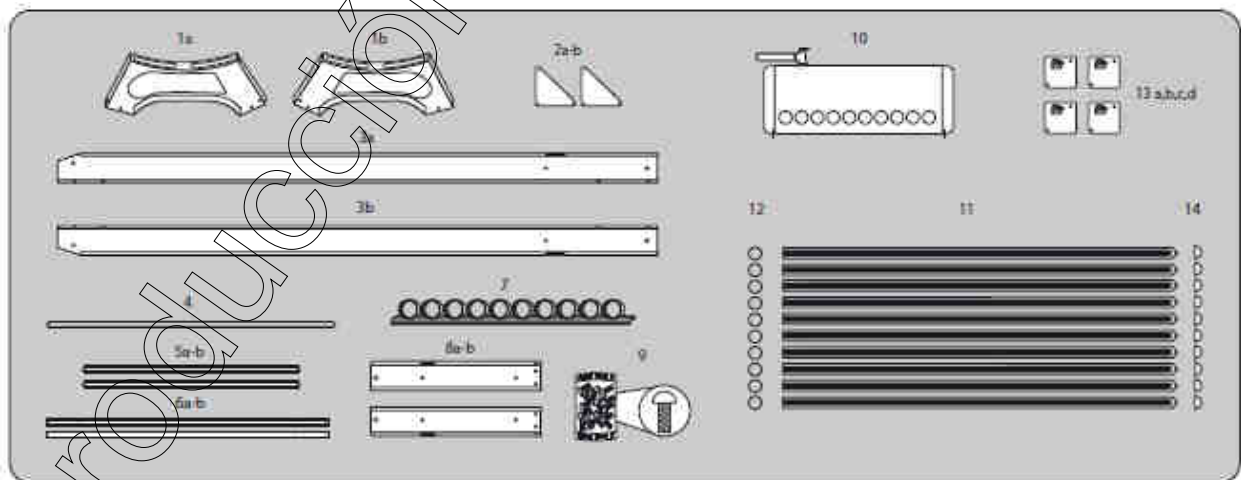

Figura 1 Partes del “Calentador Solar”
1. Identificar cada una de las piezas del “Calentador Solar” de acuerdo a la siguiente lista (ver figura 1):